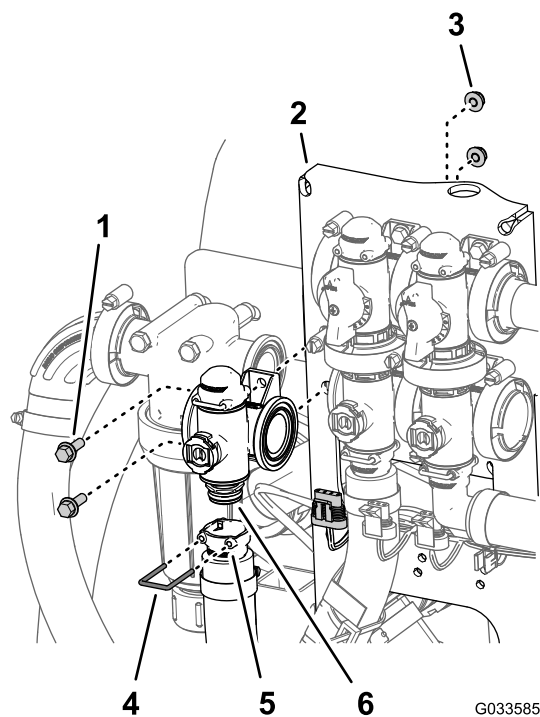

Рисунок 111
- Снимите держатель, который крепит выпускной штуцер к муфте коллектора клапана управления нормой внесения (Рисунок 111).
- Отверните 2 болта с фланцевыми головками (1/4 x 3/4 дюйма) и 2 фланцевые контргайки (1/4 дюйма), с помощью которых клапан управления нормой внесения присоединяется к опоре крепления клапанов, и снимите коллектор клапана с машины (Рисунок 111).